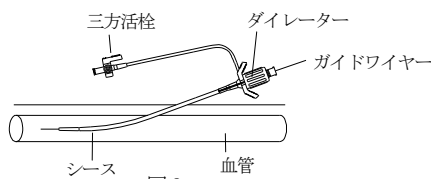

図2
8. 一体化したシース・ダイレーターを、外部に出ているガイドワイヤーを通して、できるだけ皮膚と平行になるようにして血管内に挿入する（図2参照）。